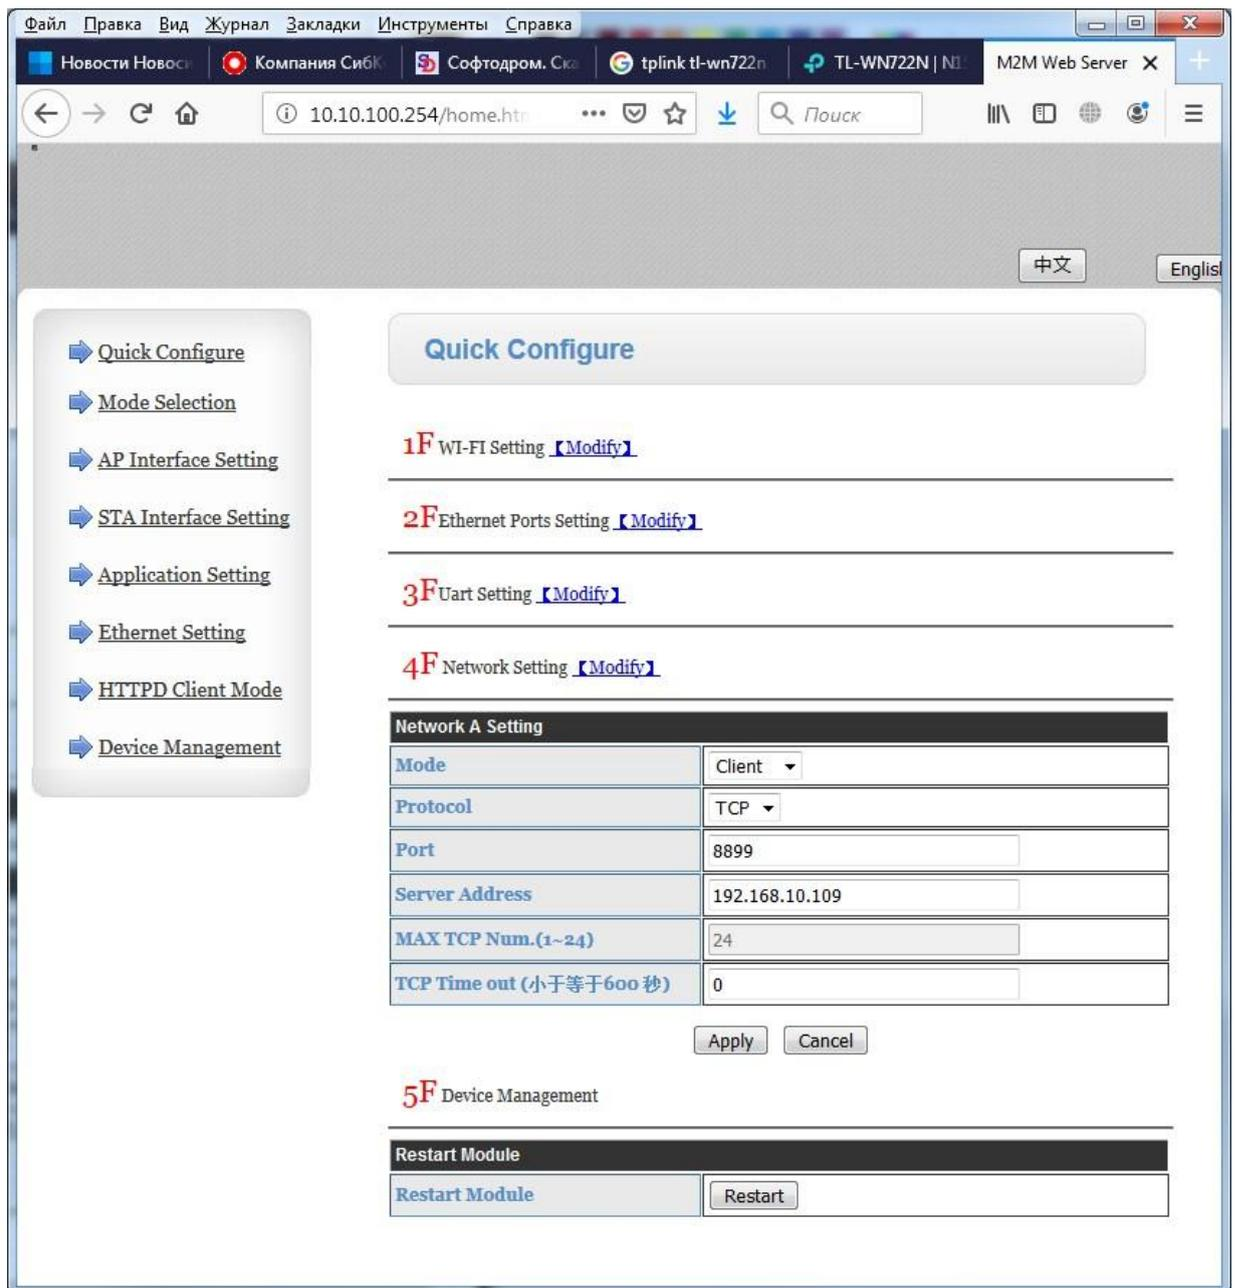

Рисунок 2.10. Настройки сети преобразователя
2.1.6.6 Откройте вкладку Quick Configure->Network Settings (рис. 2.10). Установите режим работы (Mode) в Client. Значения остальных параметров должны соответствовать указанным в таблице 2.3. Нажмите кнопку «Apply».